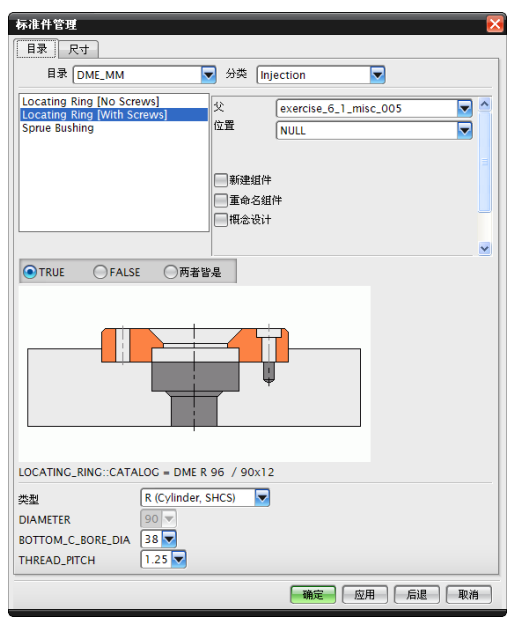

图 7-36 定位圈
(1) 在 MoldWizard 工具条中单击【标准件】图标, 弹出如图 7-36 所示的【标准件管理】对话框。
(2) 在【标准件管理】对话框中，设置【目录】为 DME_MM，【分类】为 Injection，以及 Locating Ring[With Screws]，如图 7-36 上部所示。
(3) 在【标准件管理】对话框的底部, 设置【类型】为 R(Cylinder, SHCS), 【BOTTOM_C_BORE_DIA】为 38, 【THREAD_PITCH】为 1.25, 如图 7-36 底部所示。